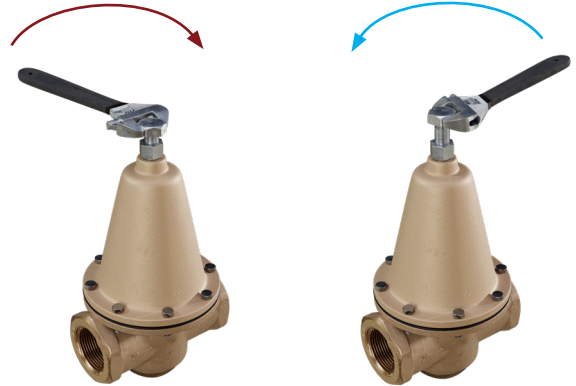

Figure 4
Ajustez le régulateur de dérivation à faible débit sur le point de réglage de pression désiré en tournant la vis de réglage vers l'entrée (IN) dans le sens horaire pour augmenter ou vers la sortie (OUT) dans le sens antihoraire pour diminuer la pression en aval. Pendant que le LFM115-74 contrôle la pression avec le régulateur de réduction de pression de la vanne principale, commencez à régler la dérivation à faible débit en ajustant l'ENTRÉE jusqu'à ce que vous voyiez la pression en aval augmenter sur la jauge. Continuez à régler jusqu'au point de consigne spécifié (voir la figure 4).